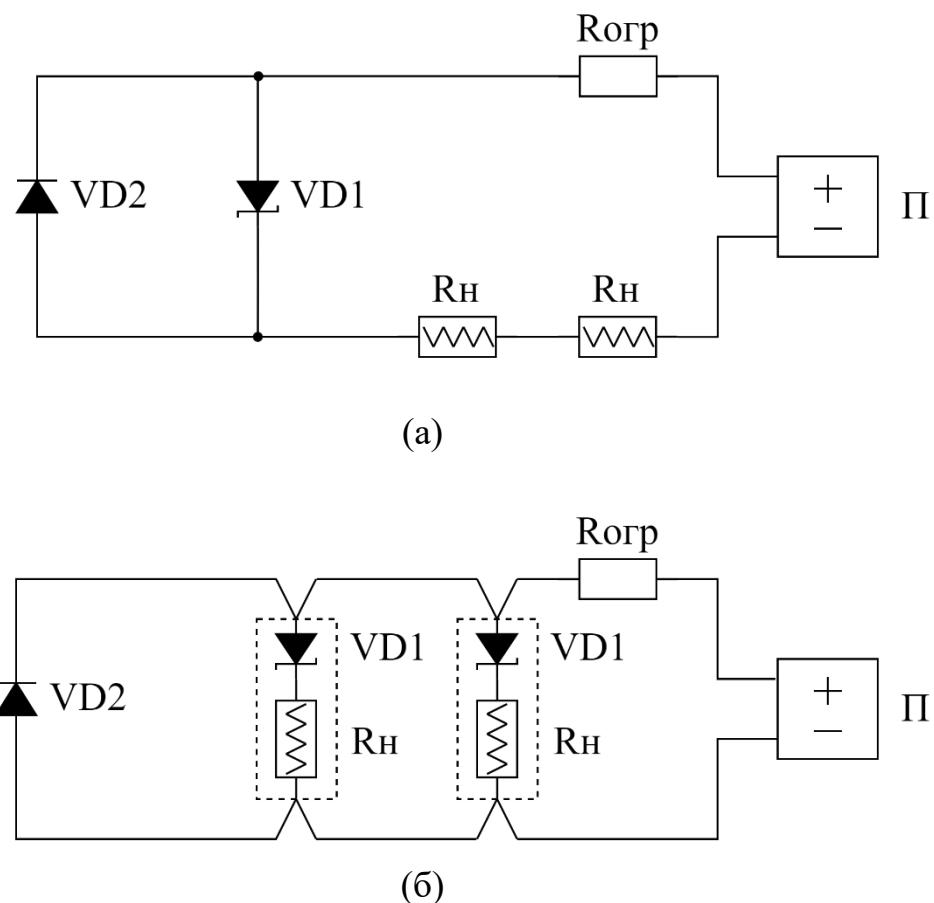

Рис. 15
При необходимости допускается увеличение количества исполнительных устройств, включенных в одну цепь пуска. Схемы такого включения показаны на рис. 15.
- 2) При включении по схеме, изображенной на рис. 15 (а), необходимо убедиться, что внутренние цепи исполнительных устройств не обрываются при их активации. В противном случае первое сработавшее исполнительное устройство разорвет цепь и остальные устройства могут не запуститься. Например, цепь пиропатрона (мостик накаливания), используемого в качестве пускового устройства, в большинстве случаев обрывается во время активации, поэтому для этих устройств такое включение не допускается.